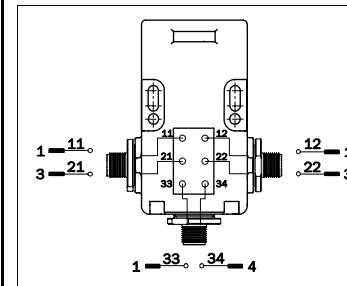

Fig. 7: assegnazione dei contatti i17-SA214
- Assegnazione dei contatti vedere Fig. 7.